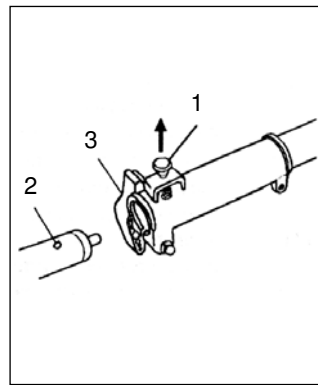

Рис.1-1B
3. Прочно затянуть гайку с головкой (3). (Рис. 1-1B)